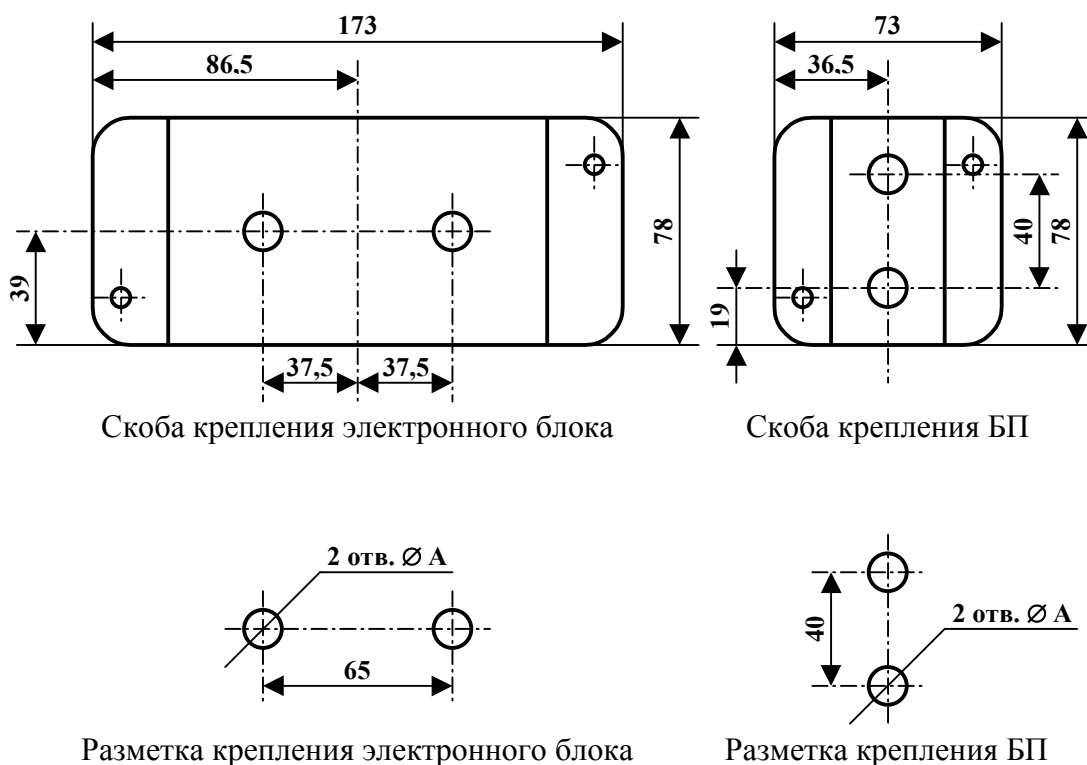

Рис. 12.1. Разметка и габаритные размеры скоб крепления ЭБ и БП.
12.3. Произведите разметку для установки скобы крепления электронного блока и блока питания в соответствии с рисунком 12.1. Просверлите отверстия необходимого диаметра и глубины в соответствии с типом ограждения (таблица на рис. 12.1). Для крепления скоб на бетонное, кирпичное или деревянное ограждение используйте анкера М8х25 (М8х40), входящие в комплект поставки. Для крепления скоб на металлическое основание (на плоское металлическое ограждение или внутрь металлической распределительной коробки) используйте винт М6х16 (М6х12) с гайкой М6 или без неё. Винты М6 с гайками и шайбами входят в комплект поставки.